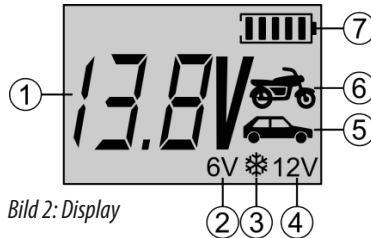

Bild 2: Display
Das im Display angezeigte Batteriesymbol (7) (*Bild 2: Display*) zeigt den aktuellen Füllstand der Batterie an.